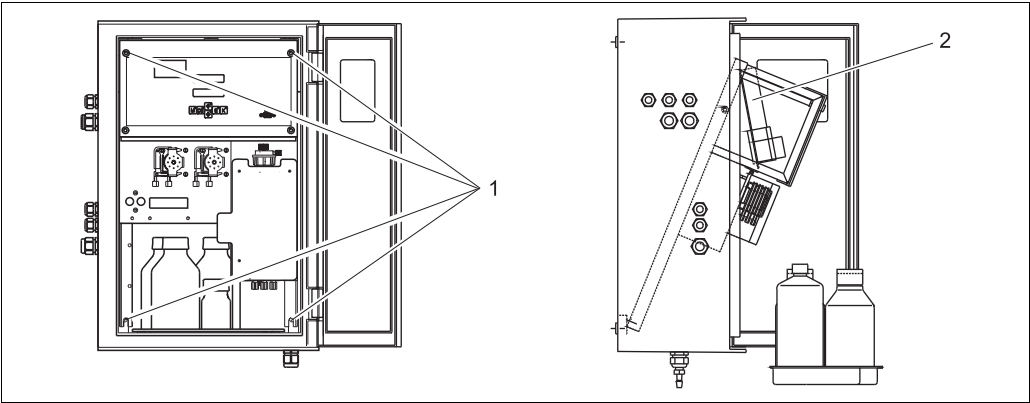

图 11: 前倾分析仪机架
1. 拧松分析仪底部的两颗内六角螺丝 (AF 6)，旋转 3-4 圈 (→ 图 11，部件 1)。